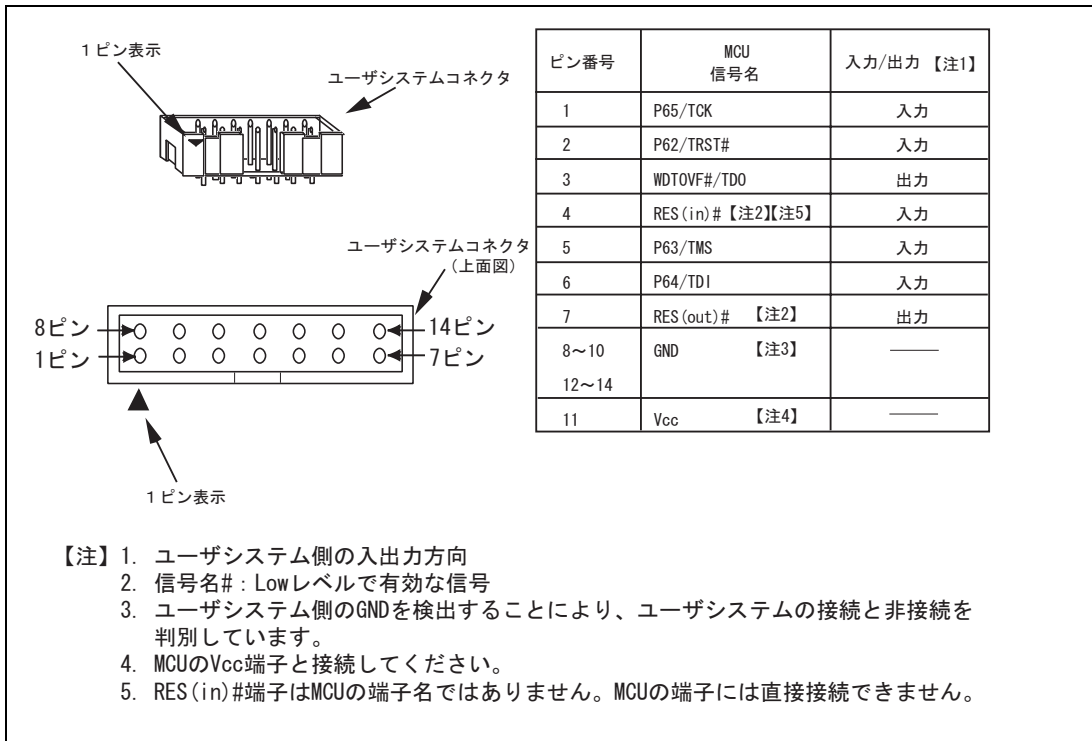

図 1.2 ユーザシステムコネクタのピン配置
ユーザシステムコネクタのピン配置を図 1.2 に示します。
### (4) E10A-USBエミュレータは、1.3章「図1.2」に示す端子を使用して、MCUと通信を行います。これらの信号は基本的には使用できません。